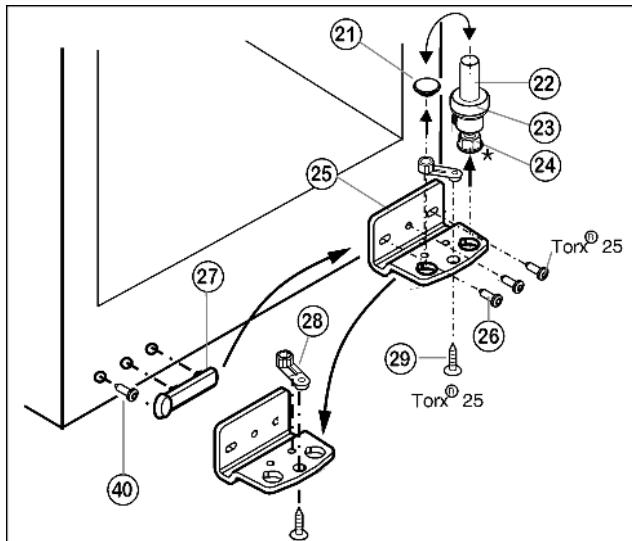

Fig. 5
- Извлеките опорный винт Fig. 5 (22) в комплекте с шайбой Fig. 5 (23) и регулируемой опорой\* Fig. 5 (24), вытягивая его вверх.
- Снимите пробку Fig. 5 (21).
- Открутите Fig. 5 (26) опорный кронштейн Fig. 5 (25).
- Открутите Fig. 5 (29) опорную деталь Fig. 5 (28) и, переставив в отверстие на противоположной стороне опорного кронштейна, снова прикрутите.
- Осторожно снимите и переставьте на противоположную сторону крышку со стороны ручки Fig. 5 (27) и винт () .
- Снова прикрутите опорный кронштейн Fig. 5 (25) на новой стороне шарнира (**с моментом 4 Нм**). При необходимости используйте аккумуляторный шуруповерт.
- Переставьте пробку Fig. 5 (21) в свободное отверстие.
- Вновь установите опорный винт Fig. 5 (22) в комплекте с шайбой и регулируемой опорой\*. При этом фиксатор должен быть направлен назад.
- Установите дверцу сверху на нижний опорный палец Fig. 5 (22).
- При необходимости выровняйте дверцы через два продольных паза в нижнем опорном кронштейне Fig. 5 (25) параллельно корпусу устройства. Для этого выкрутите средний винт.